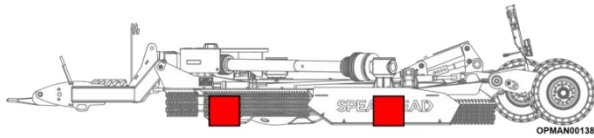

Abbildung 5.59
5.6.2.4 Stützen Sie die Mittel- und Flügeldecks des Kreismähers mit festen Ständern oder massiven Blöcken vollständig ab; siehe Abbildung 5.59.